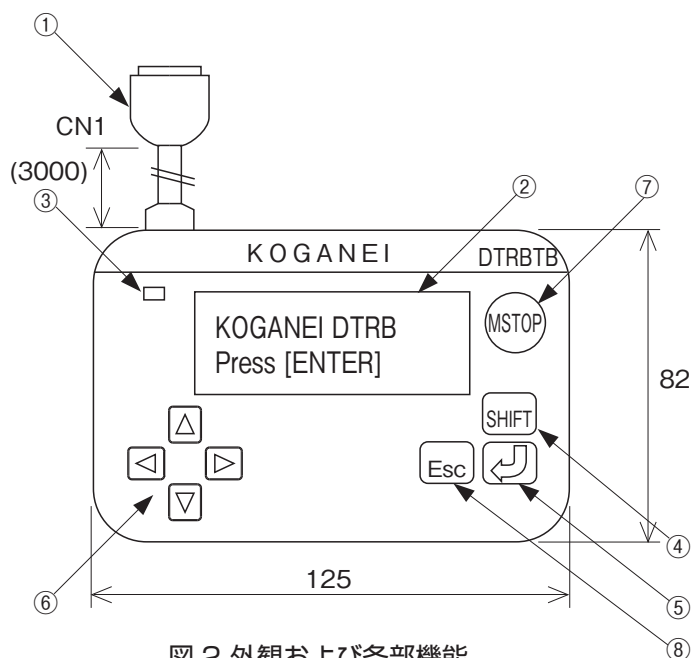

図 2 外観および各部機能
- ティーチングボックスの Power LED (図 2 ③) が点灯すれば正常に電源が供給されています。